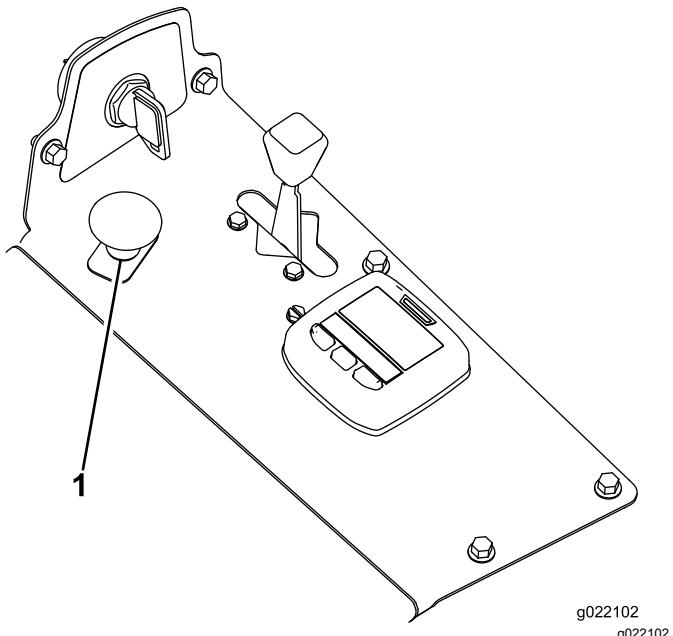

Figura 20
- Tire del mando de la TDF para engranarla (Figura 20).